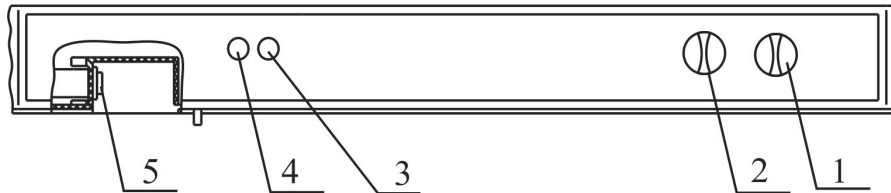

Рис. 2 Схема расположения приборов управления и сигнализации
6.1 Включение и отключение холодильника производится штепсельной вилкой сетевого шнура (не рекомендуется тянуть за сетевой шнур). Загоревшаяся зеленая лампа 2 (рис.2) на панели свидетельствует о том, что холодильник включен в электросеть. Желтая индикаторная лампа 3 горит при работе холодильника в режиме замораживания.
6.2 Температурный режим в камерах устанавливается путем поворота ручек терморегуляторов, расположенных на передней панели холодильника (рис.2), где:
6.3 Если Вы хотите сократить время замораживания продуктов, то можете использовать режим замораживания. Режим замораживания включается нажатием клавиши переключателя 5 (рис.2) . При этом на панели загорается индикаторная лампа 3 (рис.2).
**ВНИМАНИЕ ! Не позднее 24 часов после загрузки последней партии продуктов переведите холодильник в режим хранения, нажав клавишу переключателя 5, при этом индикаторная лампа 3 (рис.2) гаснет.**